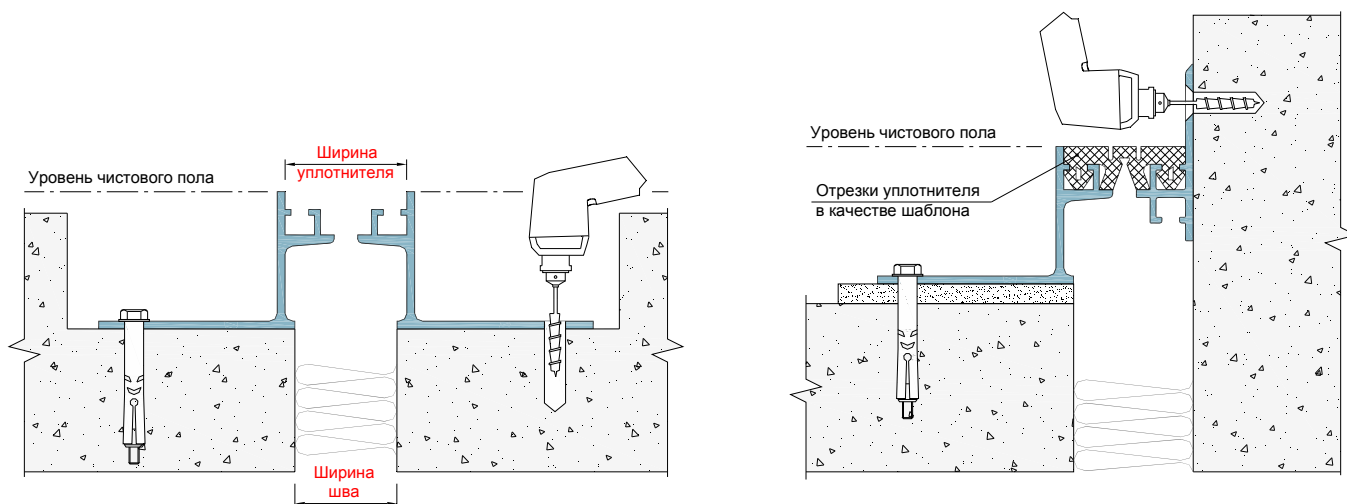

Рисунок 4 Установка алюминиевых стоек.
④ Чтобы правильно установить интервал между алюминиевыми стойками, вырежьте три небольших 3-5 сантиметровых отрезка уплотнения. Вставьте по одному отрезку с краев и один отрезок – в центре каждого комплекта алюминиевых стоек (Рисунок 4).
Отцентрируйте собранную профильную конструкцию в деформационном шве. Если необходимо выровняйте по уровню. Зафиксировав положение, просверлите отверстие в основании под дюбель, анкерный болт или самонарезающий винт, с шагом приблизительно 450 мм, используя алюминиевый профиль в качестве шаблона (Рисунок 4). Продуйте отверстия сжатым воздухом, чтобы очистить отверстия под крепеж от пыли и мелких частиц. Установите крепёж.